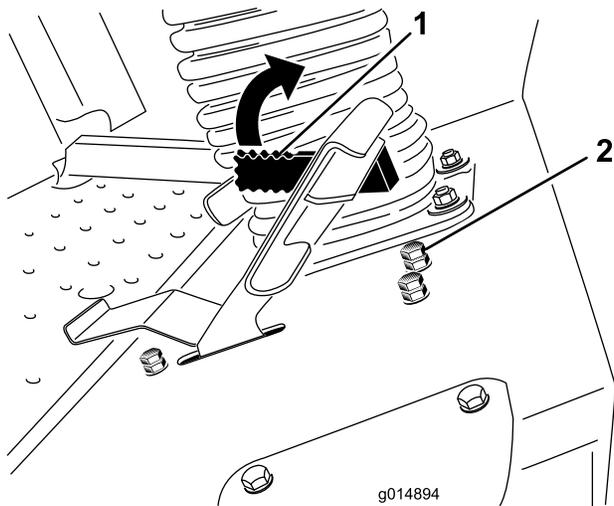

Bild 61
Der Hebel des Mähgeschwindigkeitsbegrenzers (Bild 61) kann nach vorne gekippt werden, um die Fahrtriebsgeschwindigkeit während des Betriebs zu begrenzen.
3. Lösen Sie die Klemmmutter an der Anschlagsschraube des Mähgeschwindigkeitsbegrenzers (Bild 61).